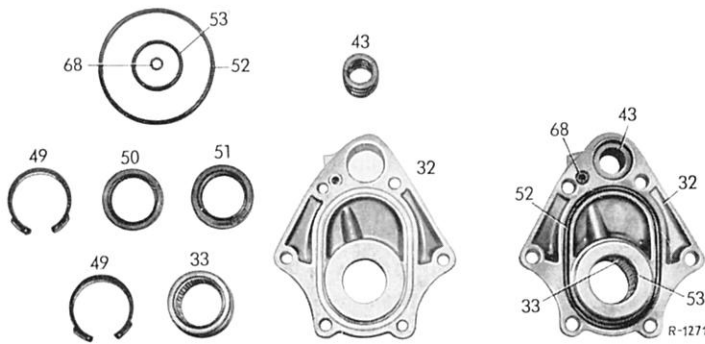

Bild 46-24/7
12 Steuerschieber (39) aus der Büchse (40) herausnehmen (Bild 46-24/1).